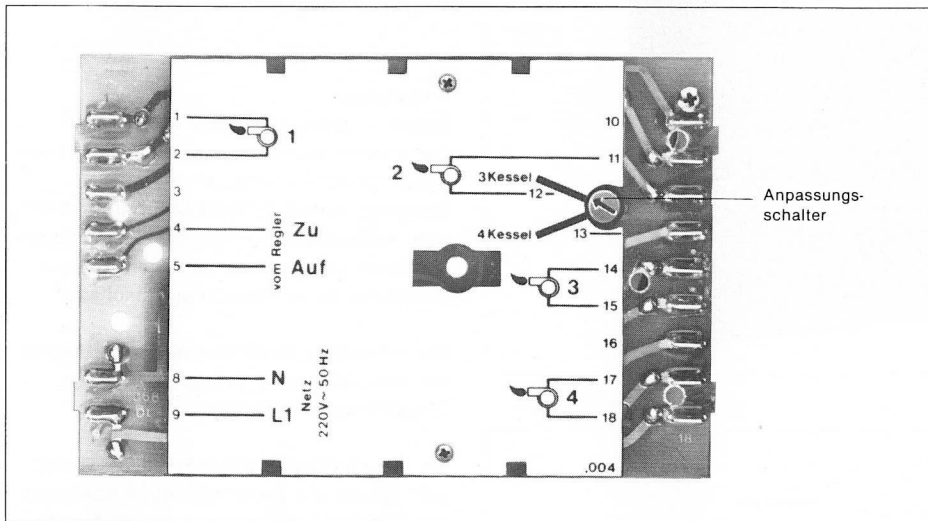

Bild 5 Programmschaltwerk PSWE, geöffnet, Rückseite
3.2 Anpassungsschalter (Bild 5 — Geräterückseite).